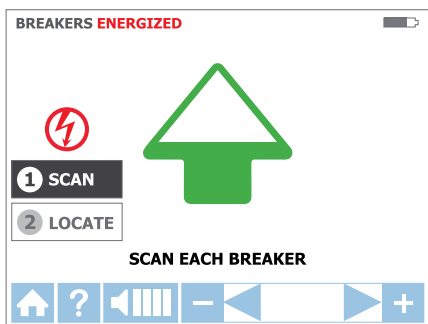

Figura 3.4b
- a. L'unità si avvierà automaticamente in modalità 1 Scansione, come mostrato nella Figura 3.4b.